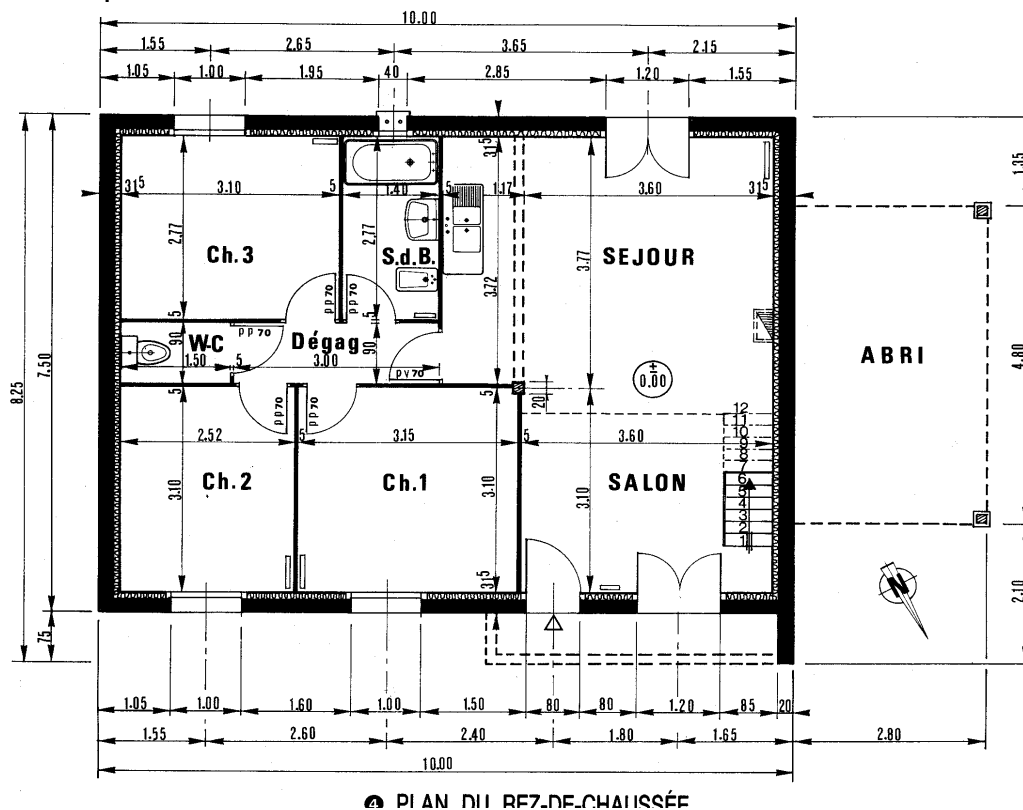

Figure 3 : PLAN DU REZ-DE-CHAUSSEE
On représente parfois dans le prolongement des marches vues les marches situées au dessus du plan de coupe en trait mixte fin (comme à la figure 3). Cela permet de mieux visualiser la surface occupée par l'escalier.
2°/ Plans d'architecture (Figures 3 et 4)
Exemple : sur la figure 3, l'épaisseur du mur de façade :
EXTRAITS DU PLAN DU REZ-DE-CHAUSSEE (Figure 3)
- **Cotation intérieure** : (voir figure 3)
Exemple : voir figures 3 et 4